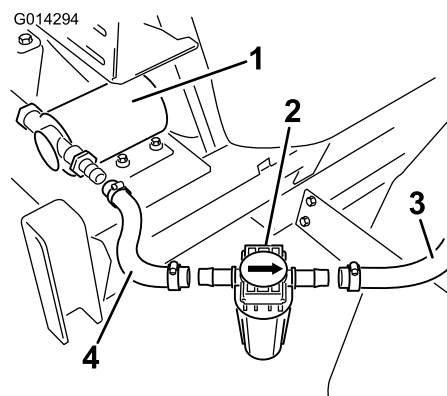

图23
2. 将过滤器并排安装在泵软管与冲洗喷嘴软管中间 (图23)。